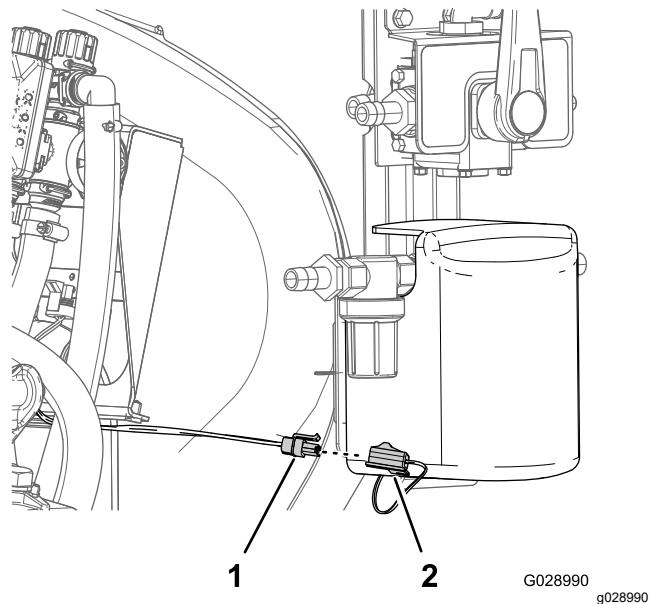

Figura 30
- Allineate il connettore elettrico a 2 prese del cablaggio preassemblato della macchina al connettore elettrico a 2 pin della pompa di lavaggio (Figura 30).
2. Spingete i 2 connettori insieme fino a quando il fermo del connettore a 2 prese non scatta in posizione (Figura 30).